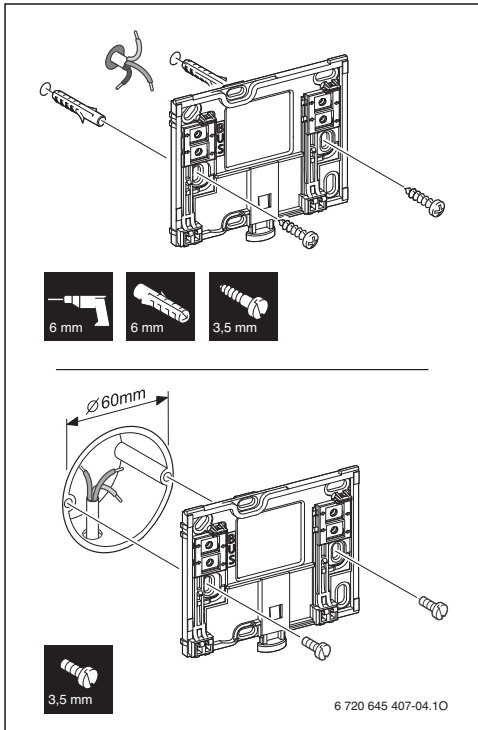

Bild 3 Installation des Sockels
- ▶ Sockel an einer Wand installieren (→ Bild 3).